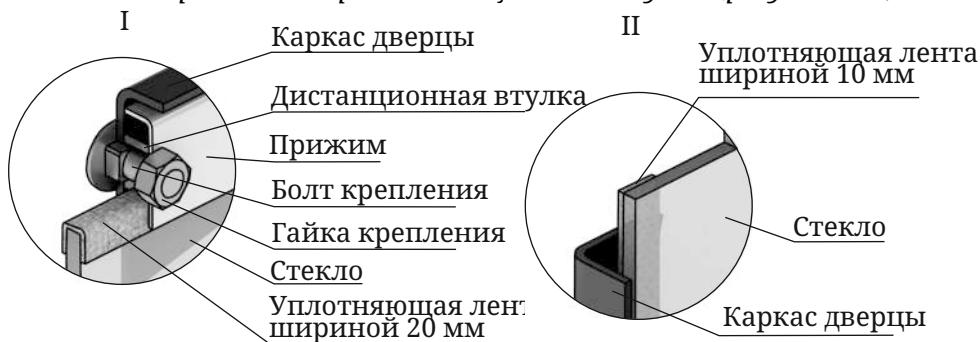

Рисунок 11. Крепление светорозрачного экрана дверцы модификации «Витра»
1. Открутите две гайки, фиксирующие прижим (рисунок 11.I), и демонтируйте его и дистанционные втулки.
(рисунок 11.I), лента шириной 10 мм наклеивается вертикально, вдоль боковых сторон стекла
(рисунок 11.II).
4. Вставить стекло в упор, при этом лента наклеенная с боковых сторон (вертикальная) должна быть зажата между стеклом и каркасом дверцы (рисунок 11.II).
Внимание! Гайки крепящие прижим накручиваются на болты крепления через дистанционные втулки (рисунок 11.I).